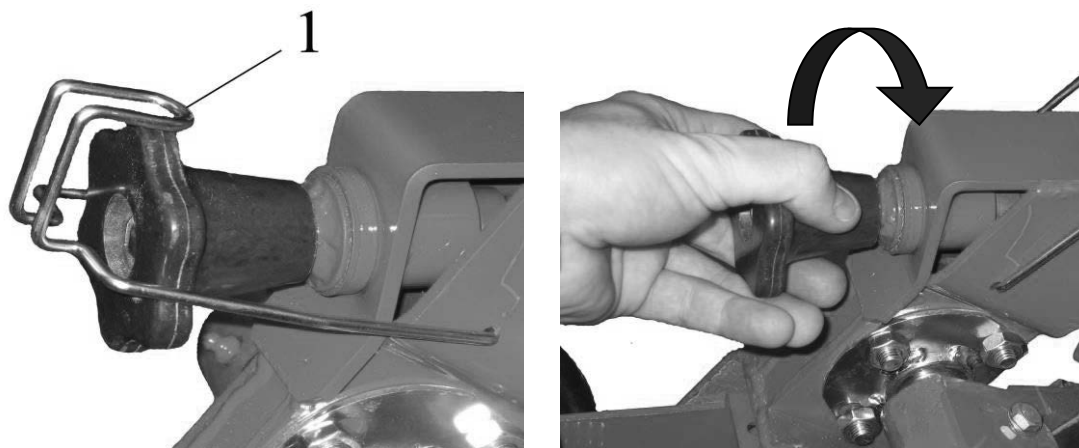

Рис. 12
1. Отщелкните пружинный фиксатор 1 рис. 12